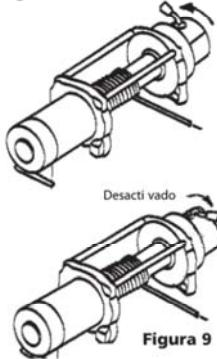

Figura 9
(Ver la figura 9) ajuste la perilla del embrague de funcionamiento manual en la posición "Disengaged" (Desactivado). Si hubiese una carga en el cable metálico la perilla del embrague quizás no se mueva fácilmente. NO FUERCE LA PERILLA DEL EMBRAGUE. Para liberar la tensión en el embrague, suelte gradualmente una longitud de cable metálico. Extraiga varios pies de cable metálico del tambor. Devuelva la perilla del embrague a la posición "Engaged" (Activado). Active momentáneamente el cabrestante en desenrollado de cable para verificar la dirección de giro del tambor. Si el tambor gira en la dirección errónea, revise el cableado. Suelte el embrague, tire del cable metálico y asegúrelo en el punto de anclaje o en la carga. Cerciórese de que queden al menos cinco (5) vueltas de cable metálico en el tambor. Vuelva a activar el tambor girando la perilla del embrague a la posición "Engaged" (Activado).